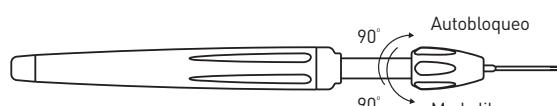

Figura 3 - Modos del mango
- Verifique que los dos modos de funcionamiento del mango son efectivos (modo libre y modo de autobloqueo). Cambie entre los modos girando la parte de arriba del mango en 90° (consulte la Figura 3).